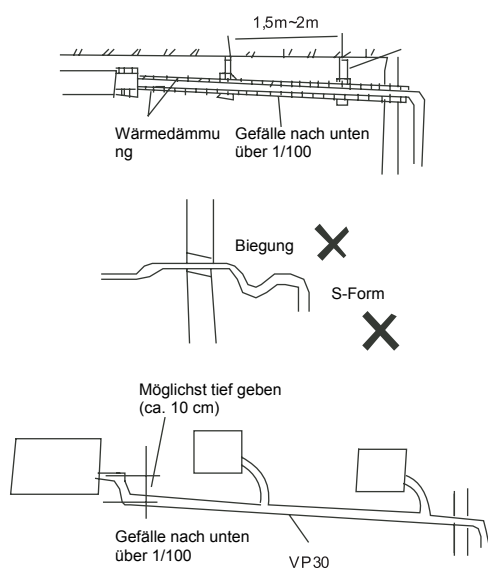

Abb. 8-1
- Informationen zur Installation der Rohre siehe Abb. 8-1.